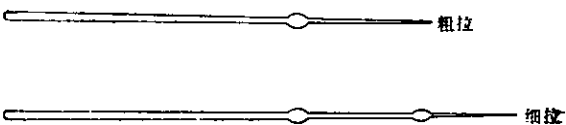

图 2 毛细管针示意图
2. 细拉: 把口径 2 毫米粗的玻璃管再吹拉成径粗 0.5 毫米至 0.1 毫米的微型薄壁毛细管针(管尖口径约 30—40 微米, 管壁厚 1—2 微米)。欲达此目的, 需具备一盏灯芯很细的小酒精灯, 灯芯由 1—2 根棉纱线组成。火焰浅蓝色, 小如芝麻。先将粗拉成的针管在火焰上封闭管口, 边吹气边在口中缓慢转动玻管, 然后用烧灼的小玻璃针粘着毛细管球末端, 离开火焰迅速拉成丝, 成纺锤丝状(图 2)。